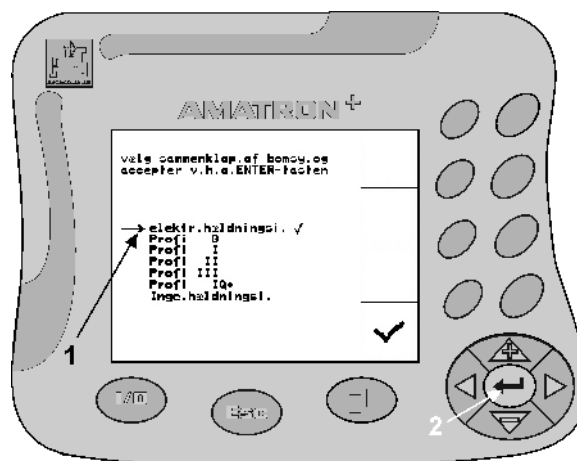

Fig. 16
1. Anbring pilen (Fig. 16/1) i position med tasten  hhv. .
2. Ved at aktivere tasten  (Fig. 16/2), accepteres den valgte funktion **AMATRON+.**